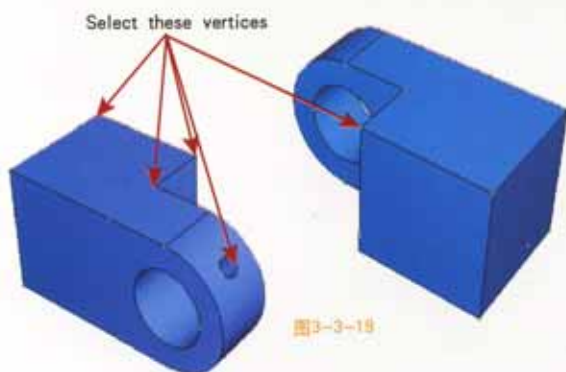

图3-3-19
3. 为输出结果创建几何集。在主菜单选择Tools→Set→Create, 命名这个几何集为ndisp-output, 点击Continue。利用Shift键帮助选择如图3-3-19所示的点。点击Done, 完成该步骤。